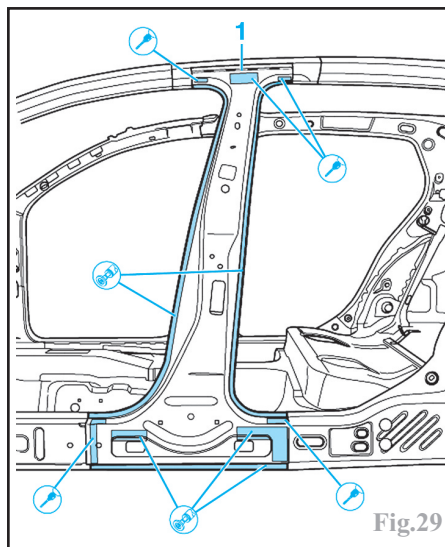

Fig.29
Découper le renfort de pied milieu et respecter la découpe (1) (Fig.29)